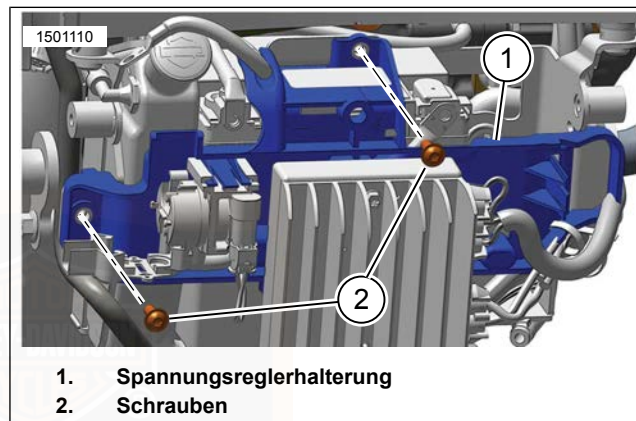

Abbildung 79. Schrauben der Spannungsreglerhalterung
5. Siehe Abbildung 79. Die Schrauben (2) der Spannungsreglerhalterung entfernen.
2. Siehe Abbildung 79. Die Spannungsreglerhalterung (1) positionieren.
3. Die Schrauben (2) der Spannungsreglerhalterung einbauen. Festziehen.